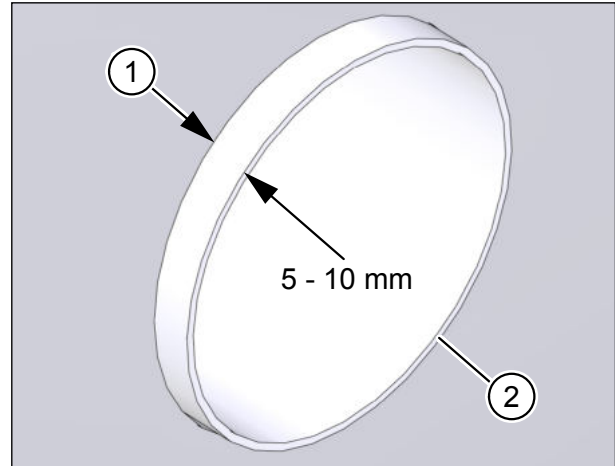

Abb. 4: Lüftungsrohre überprüfen
- ▶ Überprüfen Sie, dass die Lüftungsrohre 5 - 10 mm (siehe Pos. 1 in Abb. 4) über den Außenputz überstehen.
- ▶ Überprüfen Sie, dass die Schnittstellen der Lüftungsrohre (siehe Pos. 2 in Abb. 4) entgratet sind.